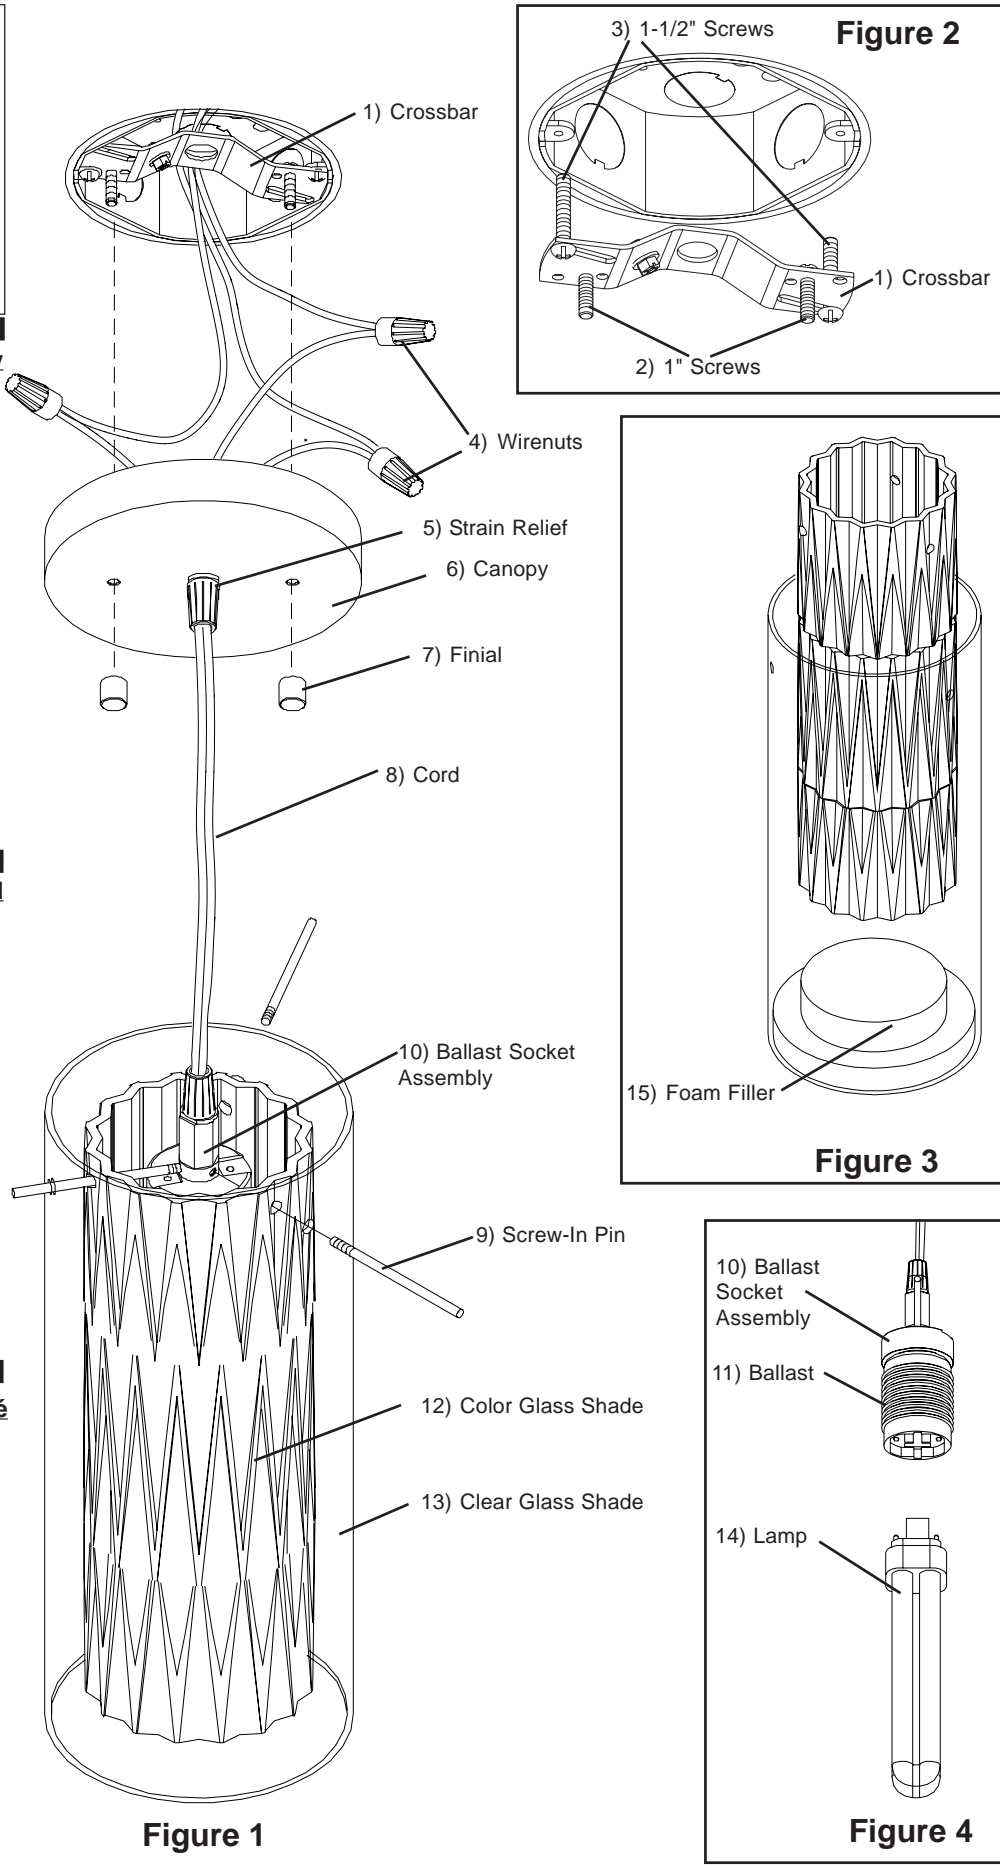

Figure 1
4. Hold Ballast Socket Assembly (10) by cord (8) and center inside Colored Glass Shade, align holes in Ballast Socket Assembly (10) with holes in glass shades and secure with Screw-In Pin (9). Repeat for other two holes. See Fig. 1.
11. Secure fixture to junction box by aligning holes in Canopy over screws protruding from Crossbar (1) and secure with Finials (7). **See Fig. 1.**
4. Sostenga el Ensamblaje de Enchufe del Balastro (10) por el Cordón Eléctrico (8) y centre dentro de la Pantalla de Cristal de Color, alinee los agujeros en el Ensamblaje de Enchufe del Balastro (10) con agujeros en las pantallas de cristal y asegure con las clavijas de enrosque (9). Repita para los dos otros agujeros. Vea Fig. 1.
5. Para ajustar la longitud del cordón eléctrico (8), suelte la Tuerca de Alivio de Tensión (5) y ajuste el cordón eléctrico a la longitud deseada. Corte los alambres de suministro del luminario para que extiendan a aproximadamente 6" más allá del Espaciador de Sobrecielo (5) y desforre 1/2" del aislamiento a partir del extremo de los alambres.
11. Asegure el luminario a la caja de ensambladura alineando los agujeros en el Espaciador de Sobrecielo sobre los tornillos que sobresalen de la Barra Transversal (1) y asegure con Finials (7). **Vea Fig. 1.**